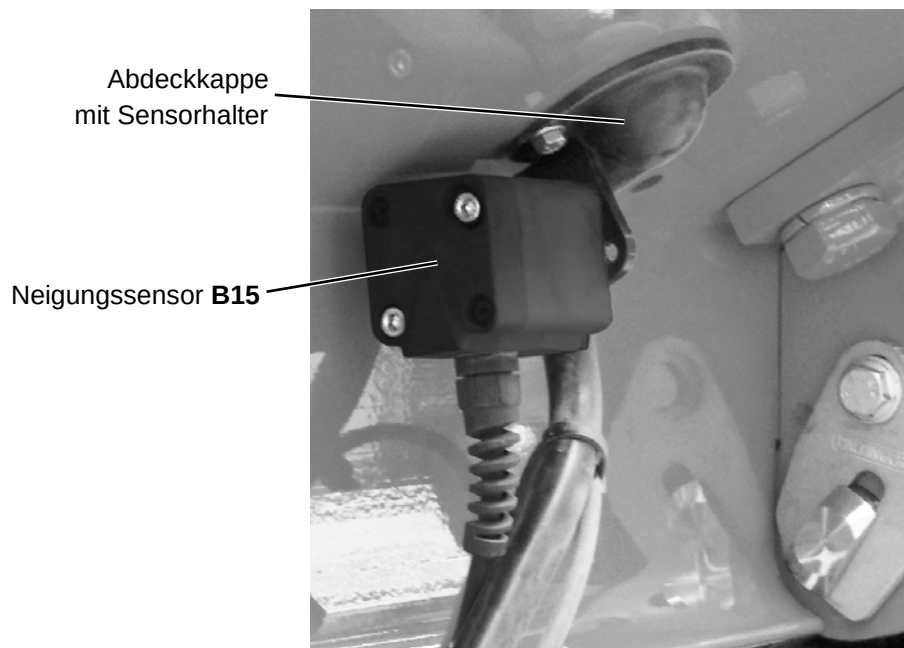

Abbildung 41: Abdeckkappe mit Neigungssensor **B15**
- ▶ Verschrauben Sie den Neigungssensor **B15** wie in Abbildung 41, Seite 62, dargestellt am Sensorhalter der Abdeckkappe (Anzugsdrehmoment: 5 Nm).